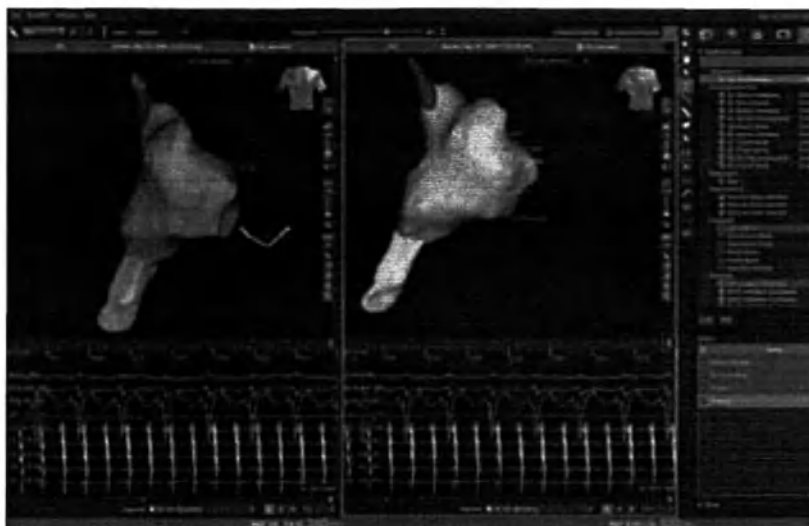

Рисунок. 72. Загрузите окно сегмента для просмотра в режиме реального времени.
5. Выберите **Open Study (Открыть исследование)**. Исследование откроется в задаче Model (Модель), и начнется воспроизведение последнего записанного сегмента. Для воспроизведения другого сегмента выберите сегмент из раскрывающегося меню **Segment (Сегмент)** в нижней части экрана (Рисунок. 72).